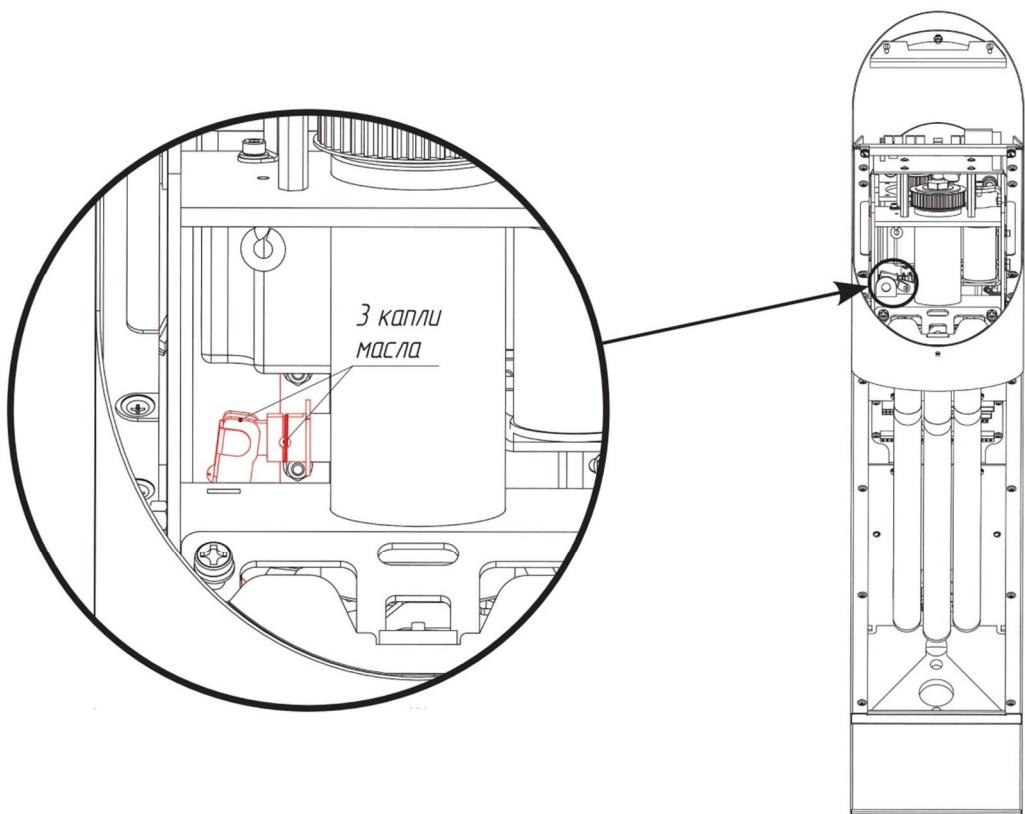

Рис. 14
5.3. Серьга между блоком стопора и соленоидом (Рис. 14).